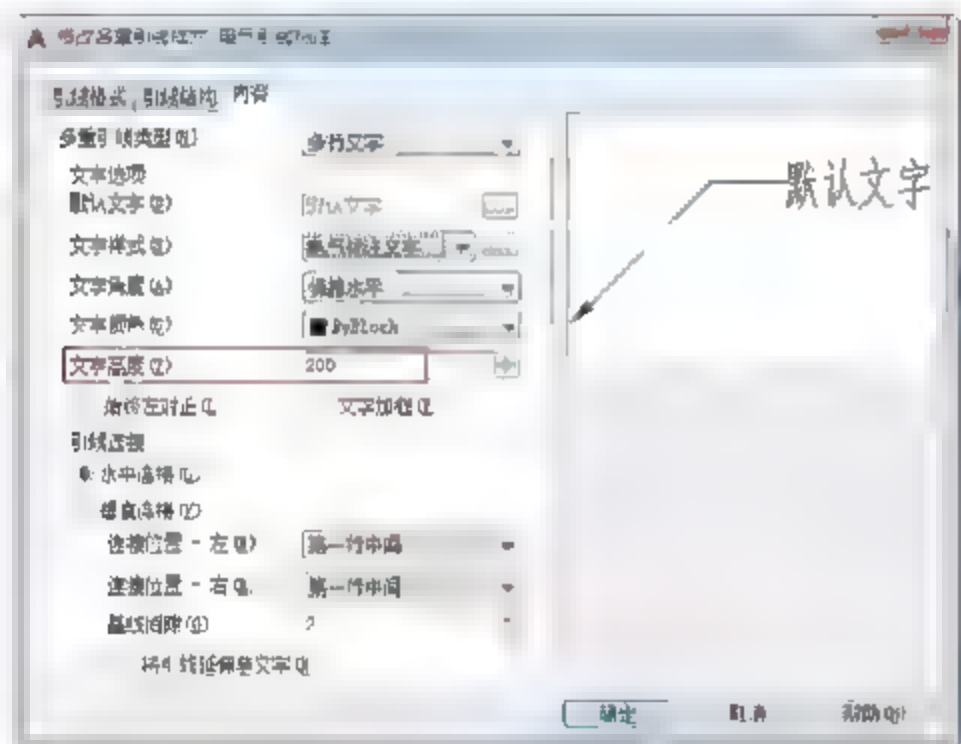

图5-124 更改文字高度
**05** 在【内容】选项卡中，修改文字高度为200，如图5-124所示。单击【确定】按钮，完成多重引线样式修改。